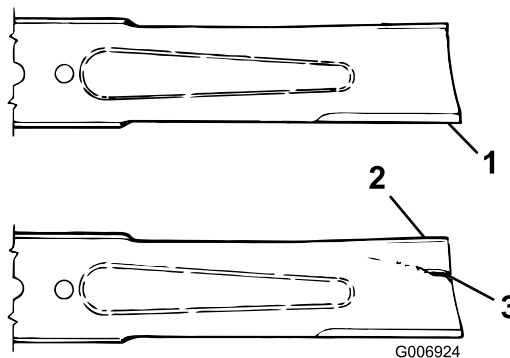

Figure 65
3. Examinez attentivement les tranchants de la lame, particulièrement au point de rencontre des parties plane et relevée (Figure 65).
4. Remplacez la lame si elle est usée (Figure 65) ; voir Retrait et montage d'une lame (page 56).